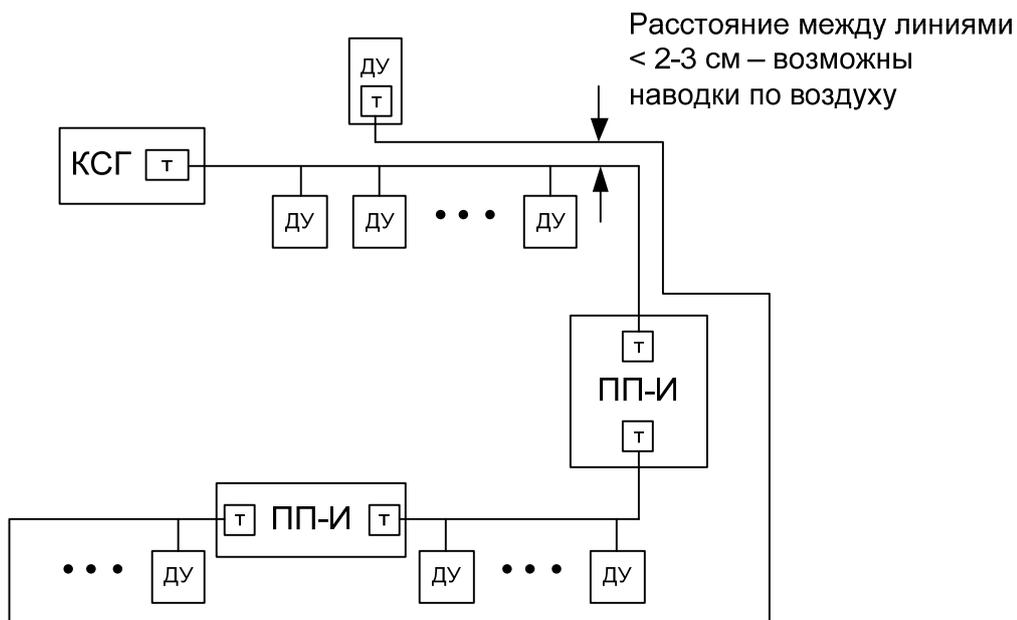
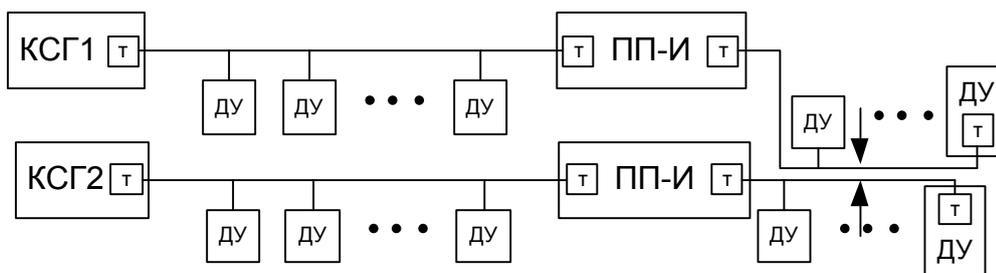

Рисунок 6 Недопустимо малое расстояние между линиями одного сегмента
Рисунок 7 Недопустимо малое расстояние между линиями разных сегментов
- Не рекомендуется прокладка линий данных в непосредственной близости² друг от друга, поскольку в этом случае могут возникнуть "наводки" с одной линии на другую (Рисунок 6, Рисунок 7). В случае если амплитуда "наведенного" сигнала превышает 75 мВ, ПП-И усиливает этот сигнал, что может привести к нарушению связи во всем сегменте.